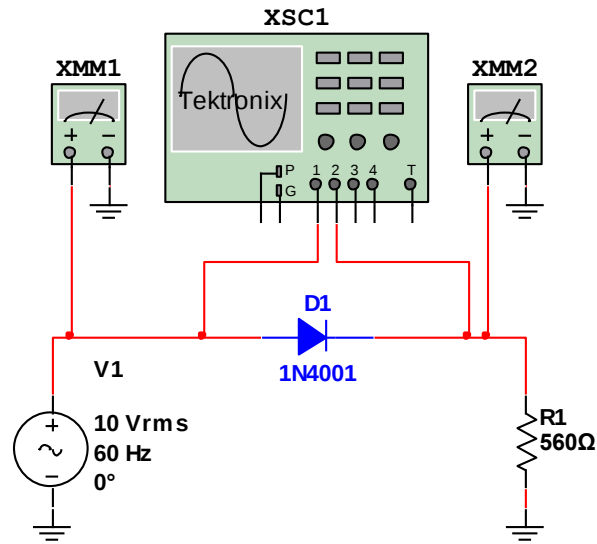

Figura 7. Circuito para el rectificador de media onda
4. Reporte en la siguiente tabla los voltajes promedio “medidos” con el multímetro, según se indica en la figura 7.